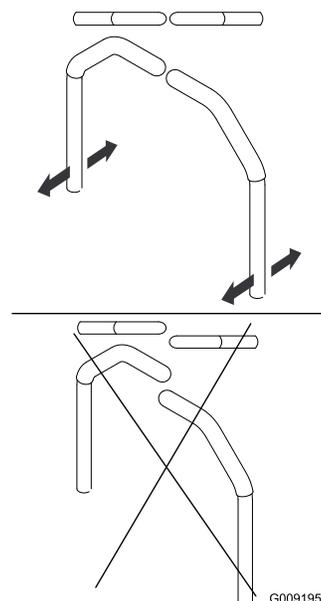

Figure 92
4. Réglez l'alignement avant/arrière des leviers en les plaçant tous deux à la position POINT MORT, puis faites-les coulisser jusqu'à ce qu'ils soient alignés, et serrez les boulons (Figure 92).